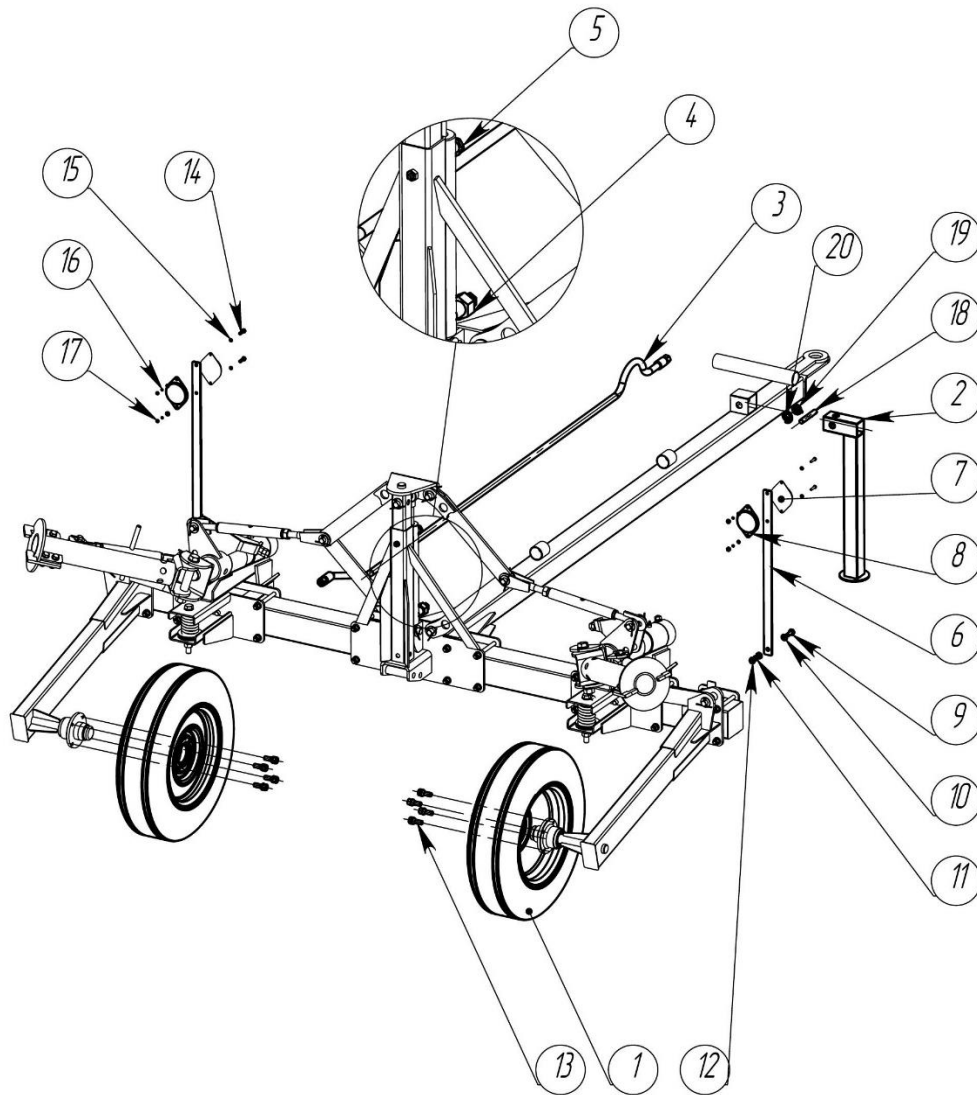

Рисунок 9 – Установка опорных колес и опоры
Опорные колеса (1) установите на ступицы опорных балок колес и притяните автомобильными болтами (13) (Рисунок 9). Расшплинтуйте (19) шайбу (20), палец (18) посадочного места опоры (2), установите опору (2) совместив отверстия и в обратном порядке зашплинтуйте (19) шайбу (20), палец (18) (Рисунок 9).
Рукав (3) пропускается через втулки на сцепке одним концом через соединитель (4) присоединяется к нижнему подводу, заглушив сапуном (5) верхний подвод (Рисунок 9), ГЦ подъемного механизма и вторым наконечником соединяется через штуцер с быстроразъемной гидромuftой трактора.
Соберите сигнальные элементы на планке (6) из красного катафота (8) и белого катафота (7) стянув между собой болтами (14), шайбами (15), пружинными шайбами (16) и гайками (17), готовые сигнальные элементы установите на поперечную балку совместив с проушиной и притянув между собой болтами (9), шайбами (10), пружинными шайбами (11) и гайками (12) (Рисунок 9).